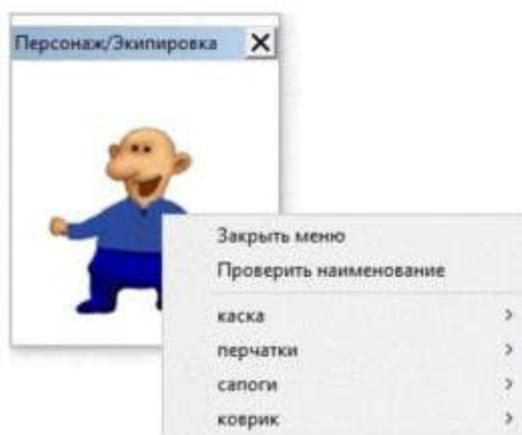

Рисунок 14. Контекстное меню персонажа
2) При помощи контекстного меню. В окне с персонажем (рисунок 13) щелкнуть правой кнопкой мыши для открытия контекстного меню, в котором выбрать защитное средство (рисунок 14) и щелкнуть «Надеть».